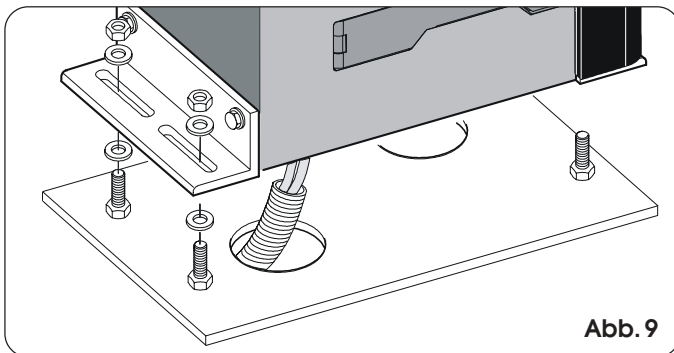
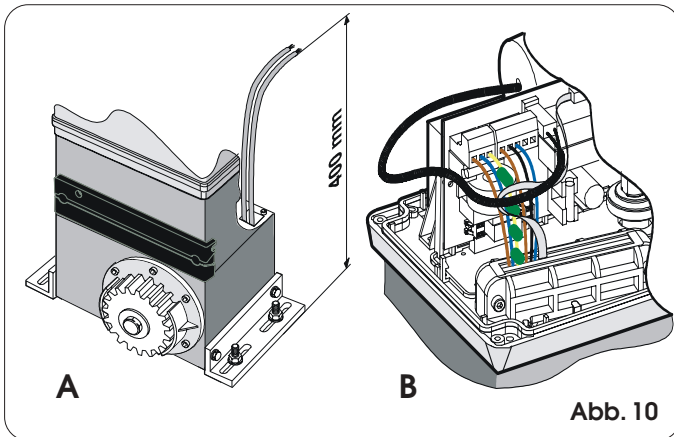

Abb. 9
Abb. 10
- 3) Den Antrieb mit den Unterlegscheiben und den Muttern aus dem Lieferumfang gemäß Abb. 9 auf der Platte anbringen. Hierbei die Kabel durch die in der unteren Gehäusehälfte vorgesehene Führung in den Antrieb ziehen (Abb. 10 - Bez. A). Die Kabel mit Hilfe der mitgelieferten Kabelpresse aus Gummi durch die entsprechende Öffnung zum elektronischen Steuergerät führen. Dafür sind die Kabelmäntel zu entfernen, sodass die Kabelpresse lediglich auf den einzelnen Drähten haftet (Abb. 10 - Bez. B).